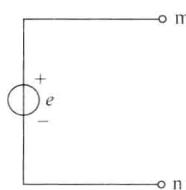
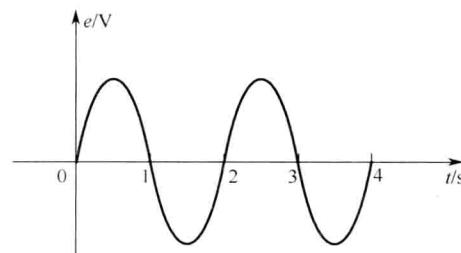

图 1-1-12
图 1-1-13
15. 某电源如图1-1-12所示，其电动势的波形如图1-1-13，则该电动势为_____（选填：直流/交流）电动势。0< t <1s时，电动势的方向由_____端到_____端，电压方向由_____端到_____端，电位高的是_____端；1s< t <2s时，电动势的方向由_____端到_____端，电压方向由_____端到_____端，电位高的是_____端。